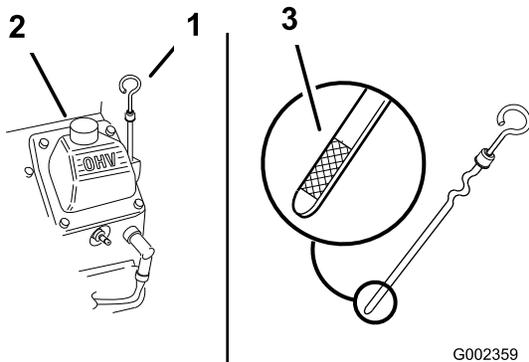

Рисунок 20
3. Очистите поверхность вокруг масломерного щупа (Рисунок 20), чтобы загрязнения не могли попасть в заливное отверстие и привести к повреждению двигателя.
5. До упора вставьте масломерный щуп в заливную горловину, но не заворачивайте в нее (Рисунок 20).
4. Выверните масломерный щуп и начисто протрите его конец (Рисунок 20).
- Медленно залейте примерно 80% указанного количества масла в заливную горловину (Рисунок 20).